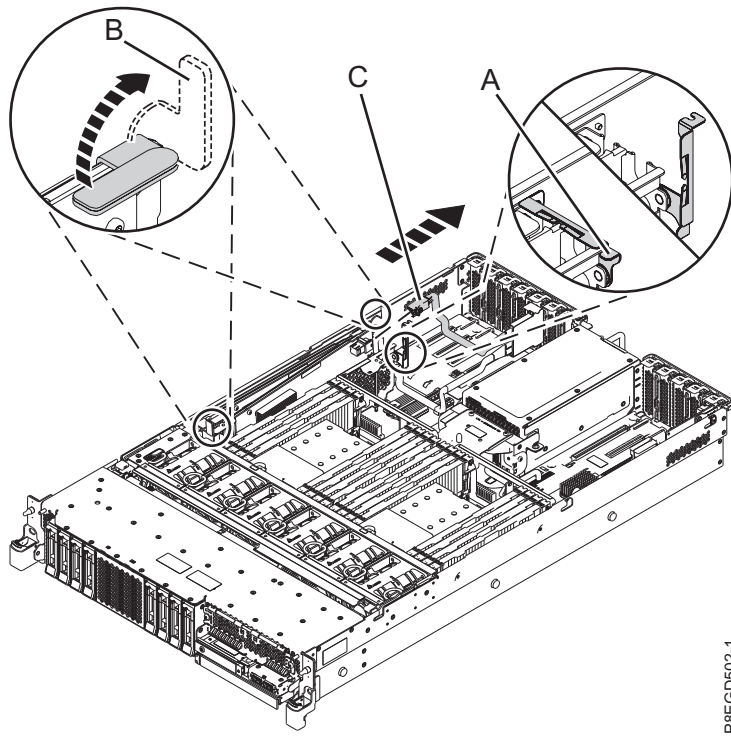

Figura 2. Desconexión del cable SAS posterior del adaptador RAID SAS interno en la ubicación de ranura P1-C15
- a. Aplique una presión en el asa azul de la abrazadera de retención de cable (**A**) del adaptador RAID SAS interno en la ranura P1-C15, como se muestra en Figura 2 en la página 5.
- b. Empuje hacia arriba las asas azules (**B**) del adaptador interno RAID SAS en la dirección que se muestra en Figura 2 en la página 5.
- c. Utilizando las asas azules del adaptador RAID SAS interno, empuje hacia arriba el adaptador lo suficiente para desconectar el cable SAS posterior (**C**) del adaptador RAID SAS interno. Consulte Figura 2 en la página 5.